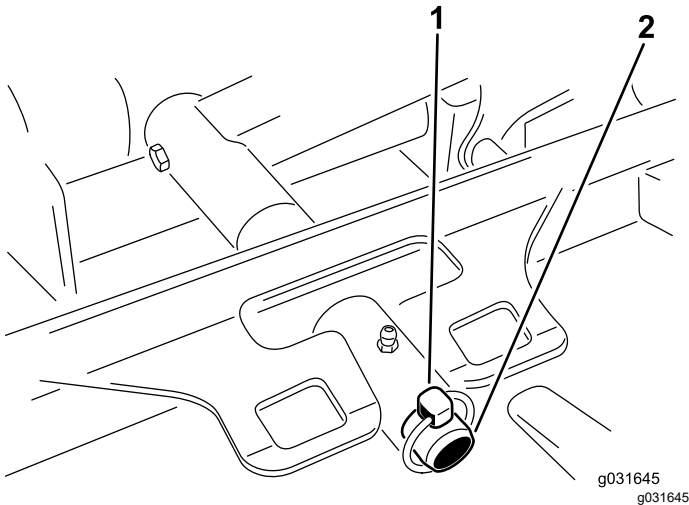

Bild 70
- Entfernen Sie den Klappstecker oder die Befestigungsmutter, mit der der Mähwerkträggerahmen am Hubarm-Lagerbolzen befestigt ist (Bild 70).
- Schieben Sie den Mähwerkträggerahmen auf den Lagerbolzen des Hubarms und befestigen Sie ihn mit dem Klappstecker oder der Befestigungsmutter (Bild 70).